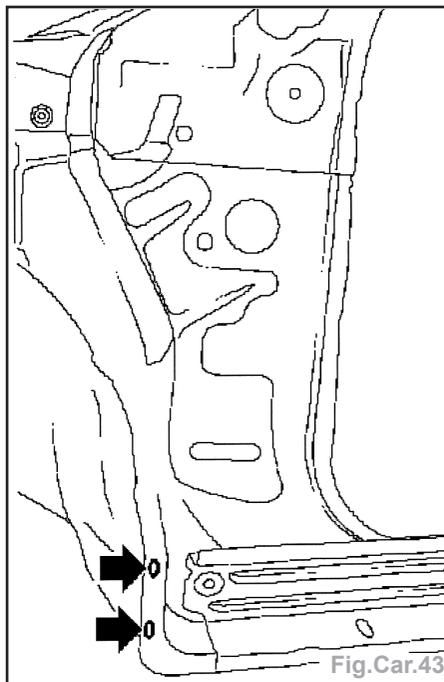

Fig.Car.43
- (1) trou existant
- (2) découpage
- (3) trou à faire
a) (Fig.Car.43)